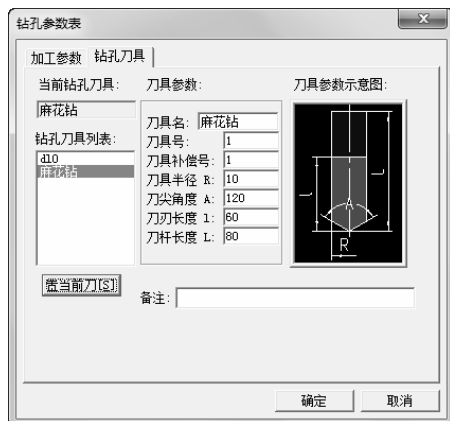

图 6-152 端面粗车刀具参数设定
2) 单击“钻孔刀具”选项卡，如图 6-152 所示。选择刀具库中刀具方法如下：在“钻孔刀具列表”下面的复选框中直接单击“麻花钻”按钮，使它变为蓝色，然后单击“置当前刀[S1]”按钮，即调出了上一节在刀具库中设置的钻孔刀具，具体参数如图 6-152 所示。